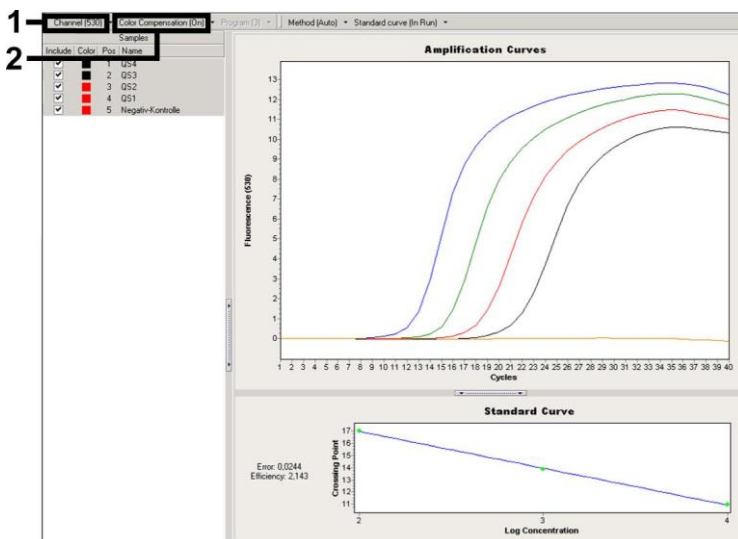

Fig. 16: Activación del archivo *Color Compensation File* y selección del canal de fluorescencia.
Para el análisis de los datos de PCR, haga lo siguiente (consulte la Fig. 16):
- La versión 4.0 del software *LightCycler* contiene un archivo denominado *Color Compensation File*, que compensa las interferencias de los análisis multicolor entre canales de fluorescencia. Abra este archivo durante o después de la serie de PCR activando la opción *Color Comp (On/Off)* (Compensación de color [Activado/Desactivado]) y, a continuación, el botón *Select Color Compensation* (Seleccionar compensación de color) (consulte la Fig. 16). Si no está instalado el archivo *Color Compensation File*, génerele siguiendo las instrucciones descritas en el manual del usuario del instrumento *LightCycler* (*LightCycler Operator's Manual*).